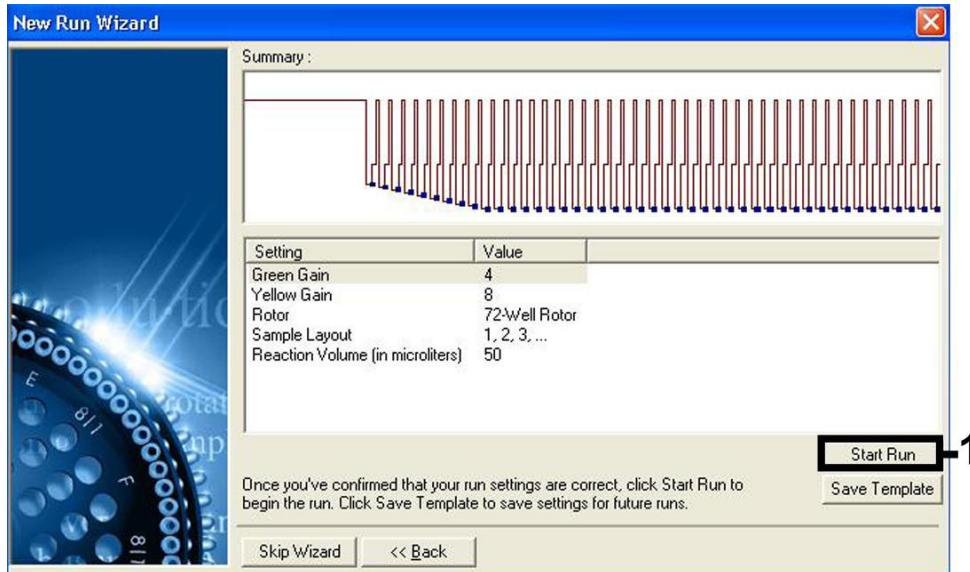

Figura 7. Iniciar a execução.
Iniciar a execução	Figura 7
10. Os valores de ganho determinados pela calibração do canal são guardados automaticamente e são enumerados na última janela do menu do procedimento de programação (Figura 7, na página seguinte). Clique em **Start Run** (Iniciar execução).